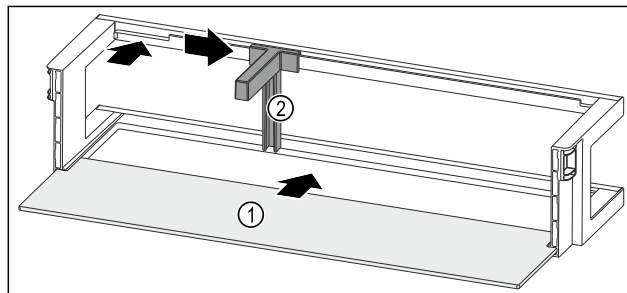

Fig. 226 Дверная полка со съемной полкой
- Вдвиньте съемную полку Fig. 226 (1) в боковые пазы.
- Установите держатель для бутылок Fig. 226 (2) в выемку.
- Сместите держатель для бутылок Fig. 226 (2) в нужное положение в сторону.